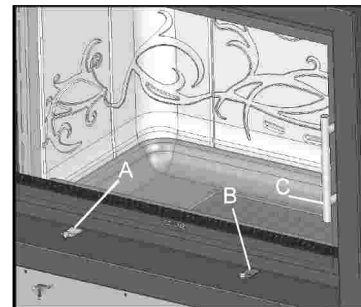

Fig.11-controles de mando
3.2.1 Controles de mando (fig. 11)